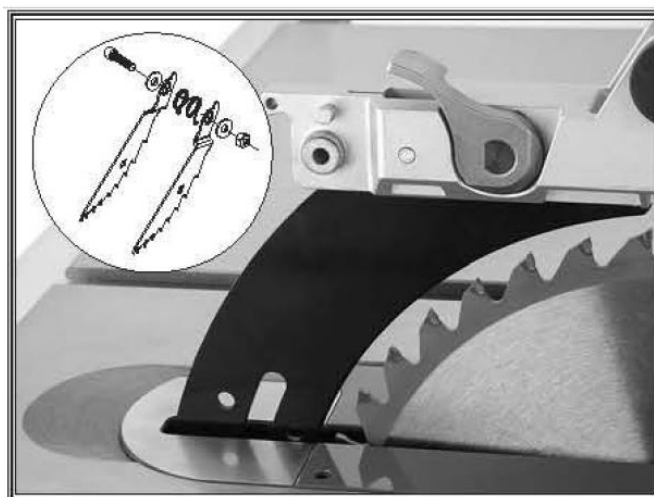

Рисунок 52. Защелки антиотбрасывателя сняты
2. Снимите винт, стопорную шестигранную гайку, шайбы, собачки и стопорную пружину с предохранителя диска в сборе (см. рисунок 52).